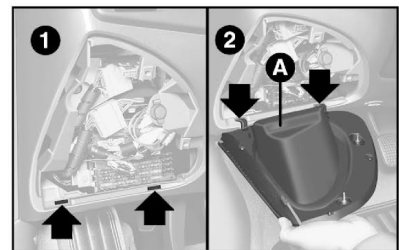

fig. 54
- 1) Identificar as sedes inferiores das aletas de centragem **1-fig. 54**;
- 2) Centrar as aletas da tampa **A-fig. 54** nas sedes e colocá-la em contato com o painel; colocar os dois parafusos de fixação;